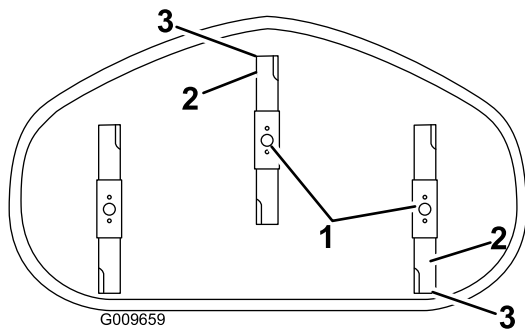

Figura 56
- Gire cuidadosamente las cuchillas colocándolas en el sentido de avance de la máquina (Figura 56).
5. Mida entre la punta de la cuchilla delantera y la superficie plana y entre la punta de la cuchilla trasera y la superficie plana (Figura 56).
7.9 mm (1/16" a 5/16") más baja que la punta de la cuchilla trasera (Figura 56).